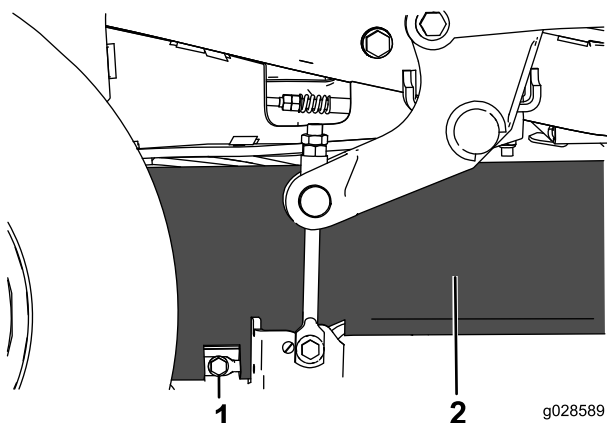

Figura 2
1. Afloje y retire el perno inferior del faldón de la carcasa de corte para dejar libre el faldón (Figura 2). Guarde el perno.